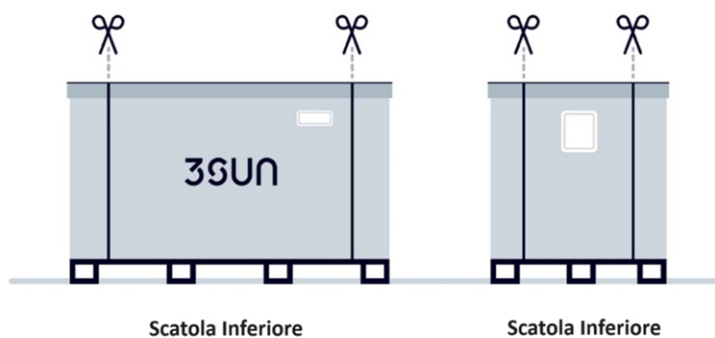

Figura 15: Ordine di rimozione delle cinghie interne della scatola inferiore.
- a) Tagliare le cinghie esterne della scatola (Figura 15)